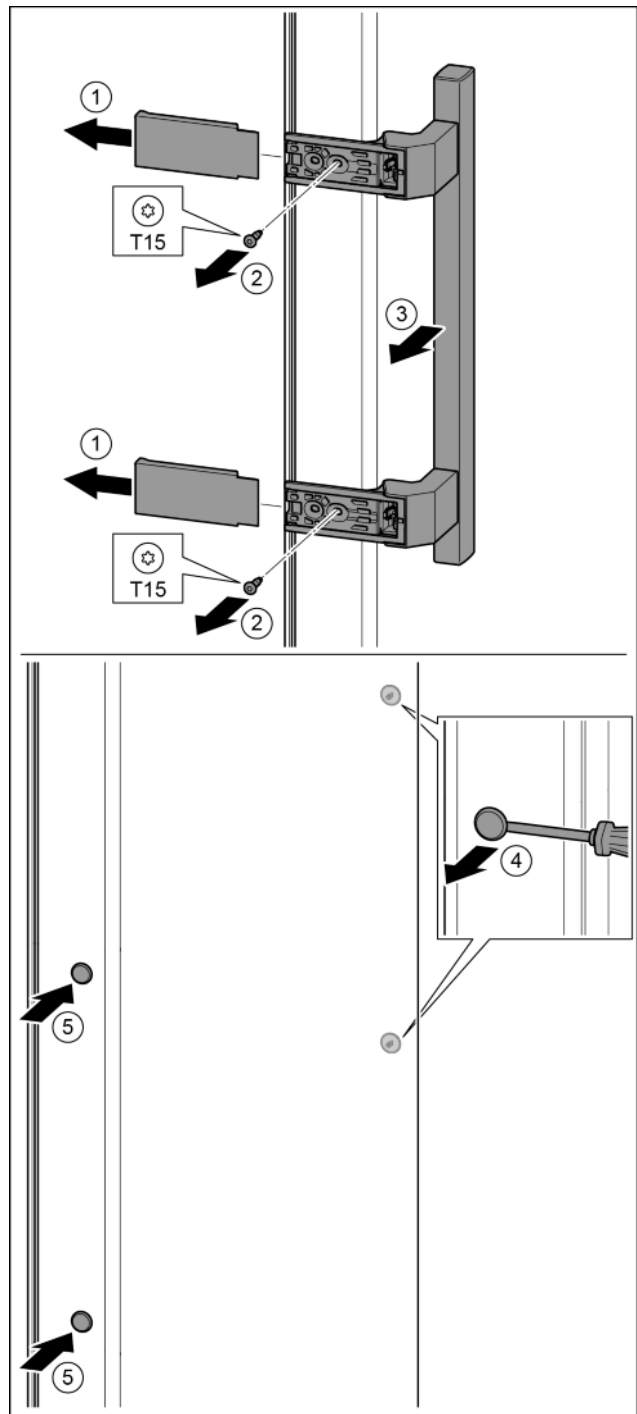

Fig. 33
- ▶ Stáhněte kryt. *Fig. 33 (1)*
- ▶ Šroubovákem T15 vyšroubujte šrouby. *Fig. 33 (2)*
- ▶ Sejměte madlo. *Fig. 33 (3)*
- ▶ Postranní zátku opatrně plochým šroubovákem nadzvedněte a vytáhněte. *Fig. 33 (4)*
- ▶ Zátku opět vložte na druhé straně. *Fig. 33 (5)*